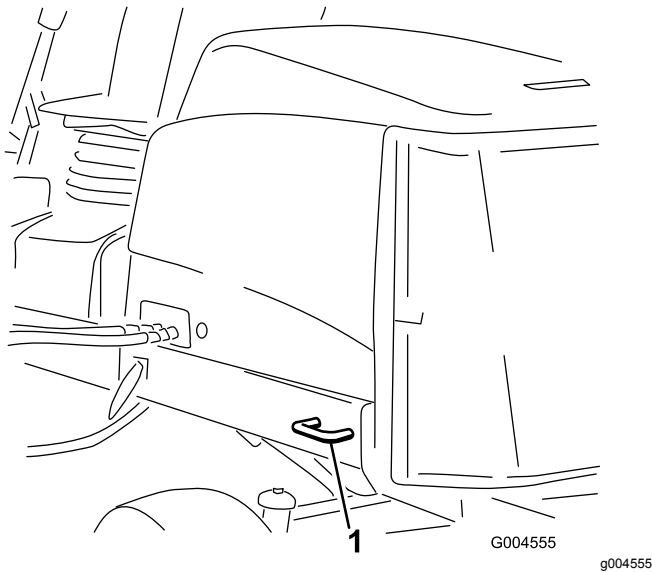

Bild 58
- Hinten: Jede Maschinenseite am hinteren Rahmen (**Bild 58**).